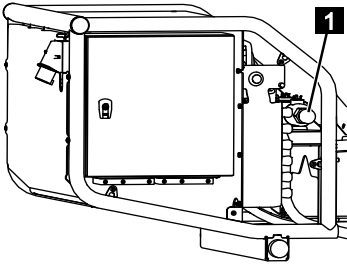

Fig. 179
6. Après le mode de secours, déverrouiller la vanne (Fig.179/1) dans le sens inverse des aiguilles d'une montre et revisser le capot.